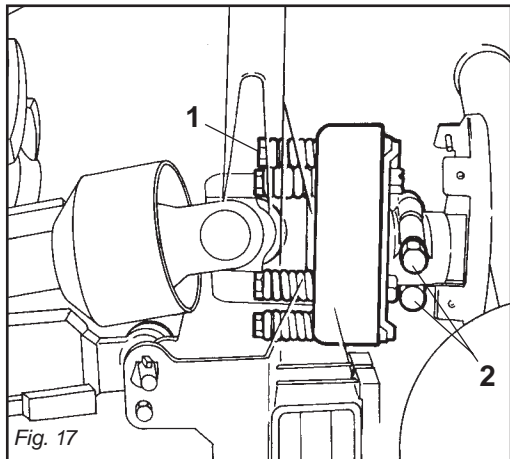

Fig. 17
Se slitta troppo facilmente (surriscaldandosi) è necessario avvitare uniformemente tutti i dadi (1 Fig. 17) che stringono le molle. Qualora l'albero cardanico fornito abbia il mozzo con bloccaggio a bulloni (2 Fig. 17), assicurarsi che questi siano serrati con forza.
Se la frizione non slitta, svitare uniformemente tutti i dadi (1 Fig. 17) che fissano le molle.
*If it slips too easily (and overheats), it will be necessary to evenly tighten all the nuts (1 Fig. 17) that retain the springs. If the supplied cardan shaft has a bolt-locked hub (2 Fig. 17), check that these bolts are fully tightened.*
*If the clutch does not slip, evenly unscrew all the spring fixing nuts (1 Fig. 17).*
*Lorsqu'il patine facilement (en se surchauffant) il faut visser de manière uniforme tous les écrous (1 Fig. 17) de serrage des ressorts.*
*Si le moyeu de l'arbre à cardans dispose d'un blocage par boulons (2 Fig. 17), assurez-vous que ces derniers sont bien serrés.*
*Si l'embrayage ne patine pas, dévissez de manière uniforme tous les écrous (1 Fig. 17) de fixation des ressorts.*
Wenn die Kupplung zu schnell schlupft (Überhitzung), muß man alle Muttern (1 Abb. 17), die die Federn spannen, noch weiter anziehen. Sollte die mit dem Gerät gelieferte Gelenkwelle eine mit Schraubbolzen blockierte Nabe (2 Abb. 17) haben, sicherstellen, daß diese angezogen sind.
Wenn die Kupplung nicht schlupft, alle Muttern (1 Abb. 17), die die Federn spannen, gleichmäßig lockern. Alle Muttern um eine Umdrehung losschrauben und die Kupplung nach 300 Metern Fahrstrecke prüfen.
Si patina muy fácilmente (recalentándose) es necesario ajustar uniformemente todas las tuercas (1 Fig. 17) que apretan en el resorte.
Si el árbol cardánico tiene el cubo con bloqueo de bulones (2 Fig. 17), controlar que estos últimos estén bien ajustados.
Si el embrague no patina, aflojar uniformemente todas las tuercas (1 Fig. 17) que fijan el resorte.